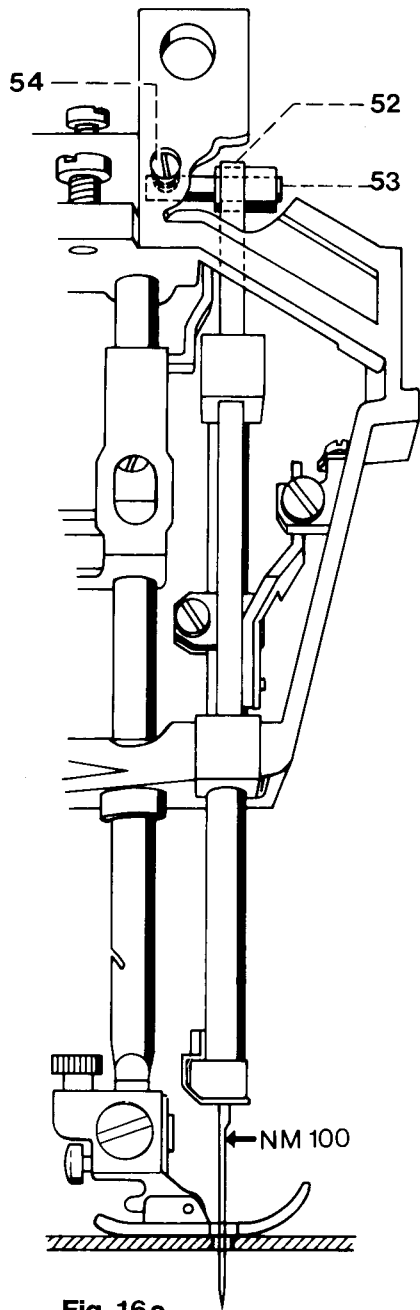

Fig. 16a
- Die Schraube 54 lösen (Abb. 16a).
- Den Bolzen 53 kpl. mit Stellring und Pendel 52 nach vorne oder hinten schieben, bis die Nadel genau in der Mitte des Stichlochschlitzes im Nähfuß steht (siehe Abb. 16a).